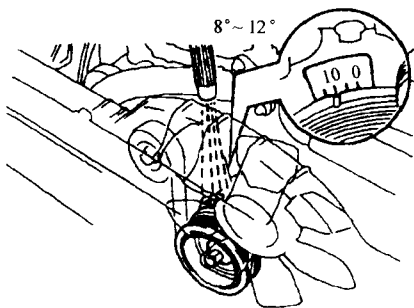

图 11 检查点火正时——1UZ-FE 发动机
8) 检查点火正时, 当发动机位于空档怠速时, 点火正时的范围应为上止点前 $8^{\circ}\sim 12^{\circ}$ (图 11)。